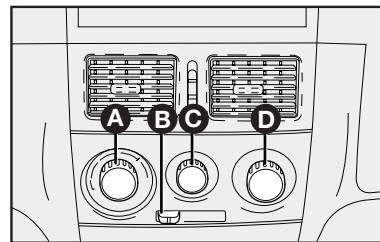

fig. 52
COMANDOS - fig. 52
1) Seletor para a temperatura do ar **A-fig. 52** totalmente posicionado à esquerda.
2) Seletor do ventilador **C-fig. 52** posicionado na velocidade máxima.
3) Seletor de distribuição do ar **D-fig. 52** apontado para ; controlar para que todas as saídas de ar estejam totalmente abertas.
4) Ligar o ar-condicionado apertando o seletor **C-fig. 52**.
O ar-condicionado é muito útil para acelerar o desembaçamento, pois desumidifica o ar. É suficiente regular os comandos para a função de desembaçamento e ativar o condicionador, apertando o seletor **C-fig. 52**.
1) Condicionador de ar ligado: seletor **C-fig. 52**.
5) Recirculação do ar: desligada. Botão **B-fig. 52**.